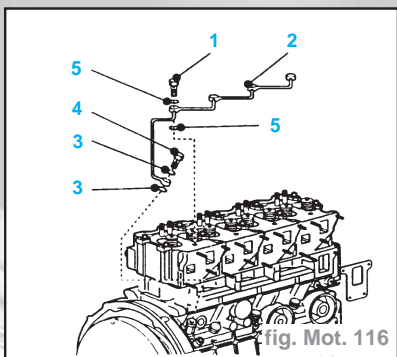

fig. Mot. 116
- déposer la conduite d'arrivée d'huile du culbuteur (2), quatre boulons creux (1), huit rondelles d'étanchéité (5), boulon creux (4) et deux rondelles d'étanchéité (3) (fig. Mot. 116).